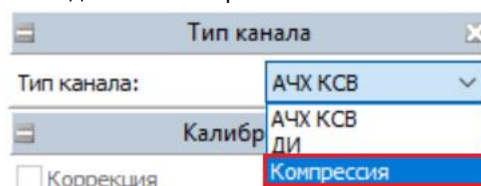

Рисунок 4. Выбор типа канала.
5. В панели управления «Тип канала» задать тип измерительного канала — Компрессия (рис. 4).